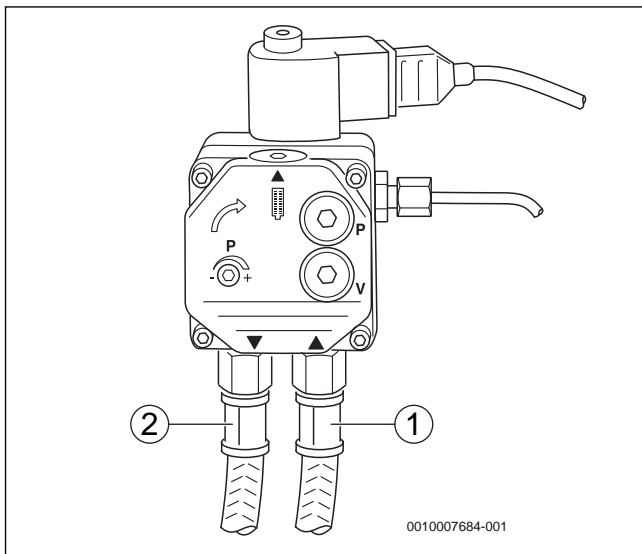

Рис. 17 Топливный насос – Danfoss
- ▶ Следите за тем, чтобы не перепутать подключение всасывающего и возвратного топливопроводов (→ рис. 17 и 18).